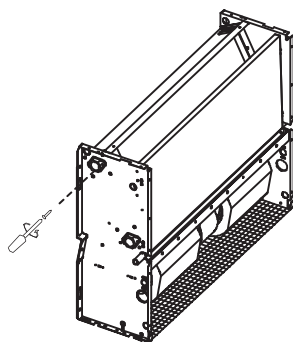

Рис. 3-14
- **Система трубопроводов запускаемого фанкойла должна быть вакуумирована (см. Рис. 3-14)**